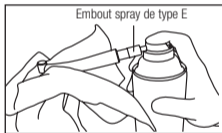

Fig. 18
- 3) Tenez la pièce à main et vaporisez pendant 2 ou 3 secondes jusqu'à ce que l'huile sorte de la tête de la pièce à main (Fig. 18). Répétez la lubrification jusqu'à ce que les corps étrangers cessent de sortir par l'extrémité.